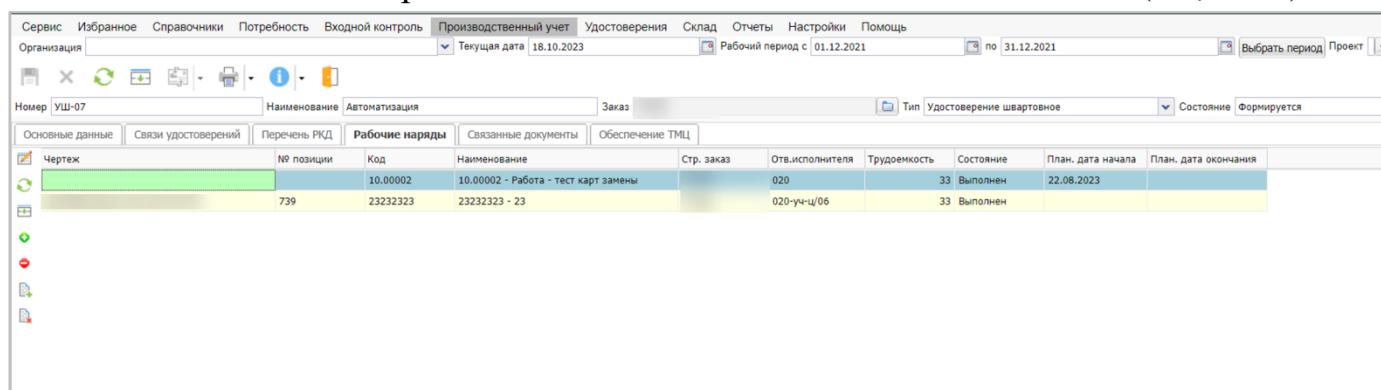

Рисунок 23 Статус состояния РН.
2. В карточке сдаточного удостоверения на закладке «Рабочий наряд», все находящиеся Рабочие наряды должны иметь состояние «Выполнено». (Рисунок 23)